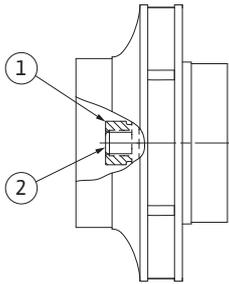

Fig. 52: Korrekte Lage der Laufmutter nach der Montage
29. Welle festhalten (siehe Handlungsschritt 24) und die Laufmutter mit dem vorgeschriebenen Anzugsmoment festziehen (siehe Auflistung „Tabelle 11: Schraubenanzugsmomente“ auf Seite 53). Die Mutter (Fig. 52, Pos. 1) muss ungefähr  $\pm 0,5$  mm mit dem Wellenende (Fig. 52, Pos. 2) bündig sein. Sollte dies nicht der Fall sein, die Mutter lösen und Handlungsschritte 25 bis 29 wiederholen.